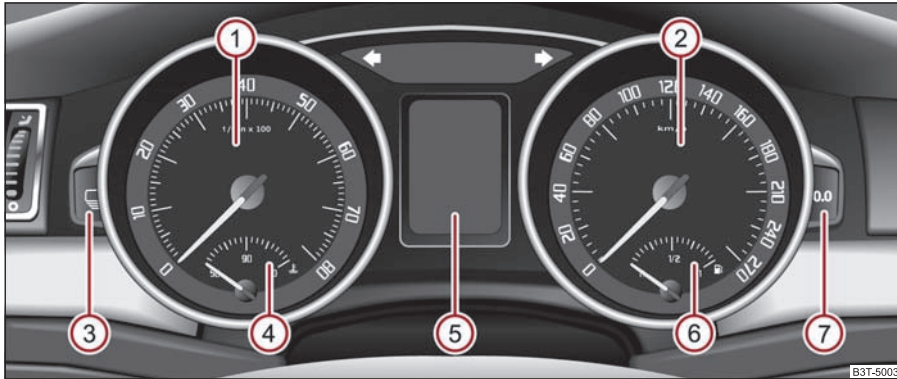

Fig. 15 Panoul de bord
Zona roșie de pe scala tuometrului ① ⇒ fig. 15 marchează domeniul în care unitatea de comandă a motorului începe să limiteze turația motorului. Unitatea de comandă a motorului limitează turația motorului la o valoare limită sigură.
Afișajul temperaturii lichidului de răcire  ⇒ pagina 15, fig. 15 funcționează numai când contactul motor este cuplat.
Indicatorul rezervei de combustibil  ⇒ pagina 15, fig. 15 funcționează numai când contactul motor este pus.